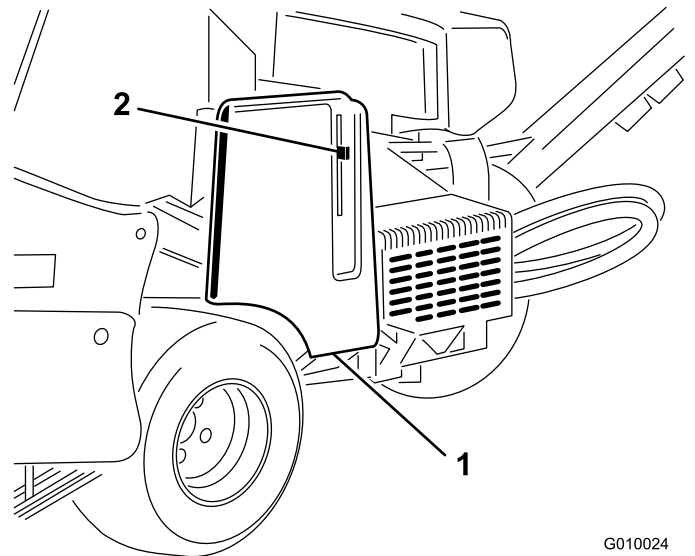

Figura 6
1. Localice el orificio de la cubierta de la correa, junto a la palanca del cierre (Figura 6 y Figura 7).